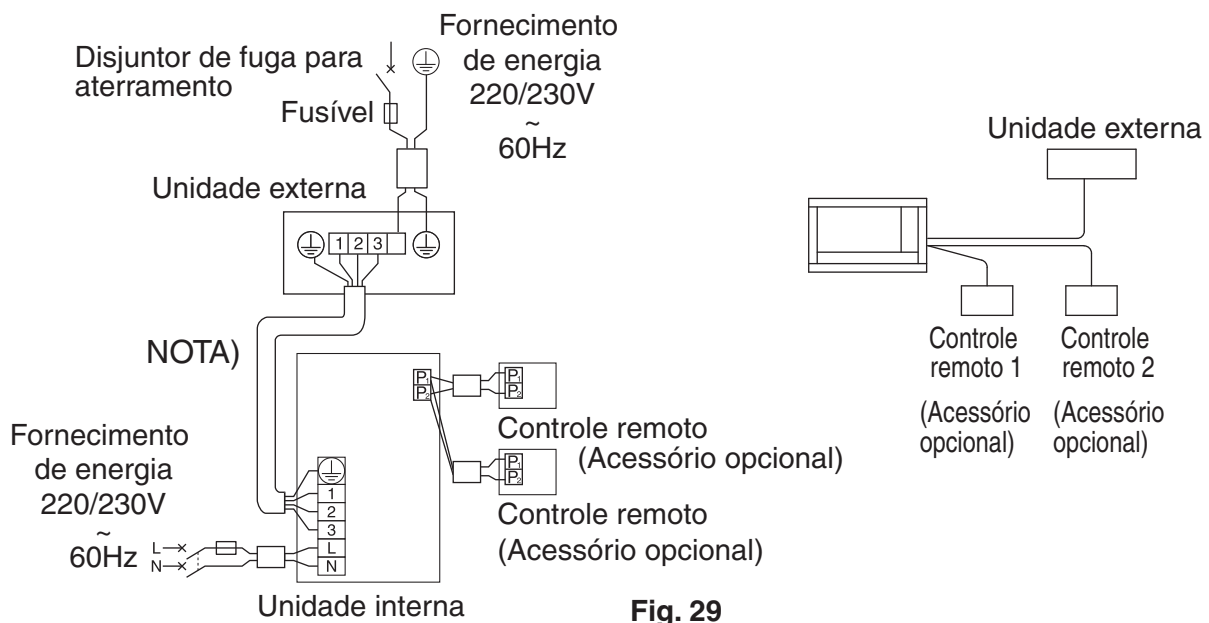

Fig. 29
- **Controle com controle de 2 controles remotos:** 2 controles remotos controlam 1 unidade interna. **(Consulte a Fig. 29)**